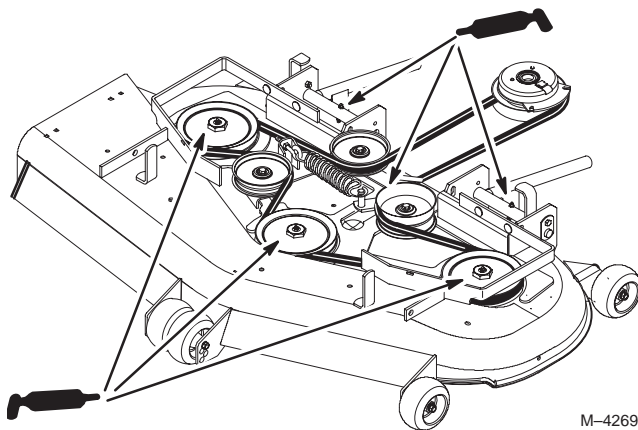

Bild 47
3. Fetten Sie die Schmiernippel an den drei Spindellagern ein (Bild 47).
4. Fetten Sie das Spannscheibengelenk (Bild 47).
5. Fetten Sie die Nippel an den Schubarmen ein (Bild 47).